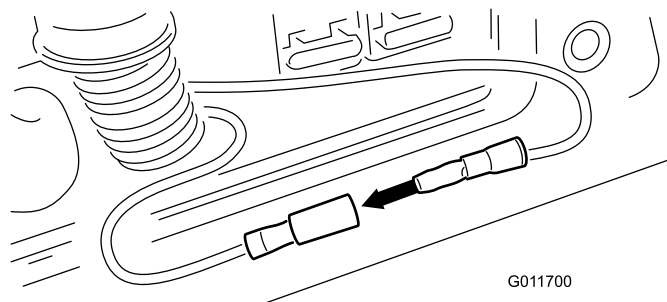

Figura 59
4. Com a chave na posição OFF, retire a tampa dos fios do jumper e ligue os fios em conjunto (**Figura 59**).